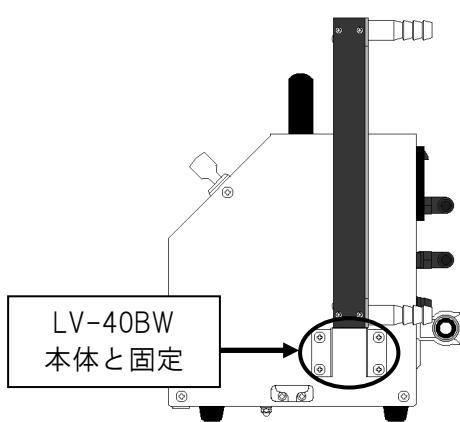

図3
- ③ LV-40BW の右側面にあるビス4箇所を取り外し、流量指示計取付金具とLV-40BWを固定します。(図3)